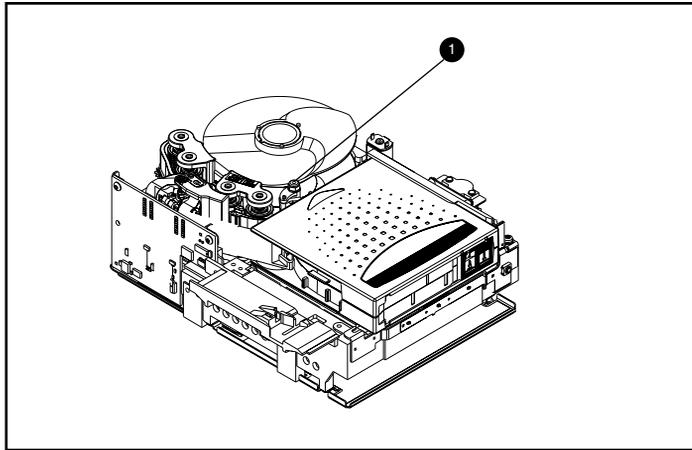

Figure D-5. Déconnexion du guide entraînant le crochet d'amorce de la cartouche
Pour déconnecter le guide qui entraîne le crochet d'amorce de la cartouche ❶, utilisez une pince fine. Placez ensuite le guide de l'amorce dans les crochets de la boucle (Emplacement de la boucle illustré à la Figure D-5).